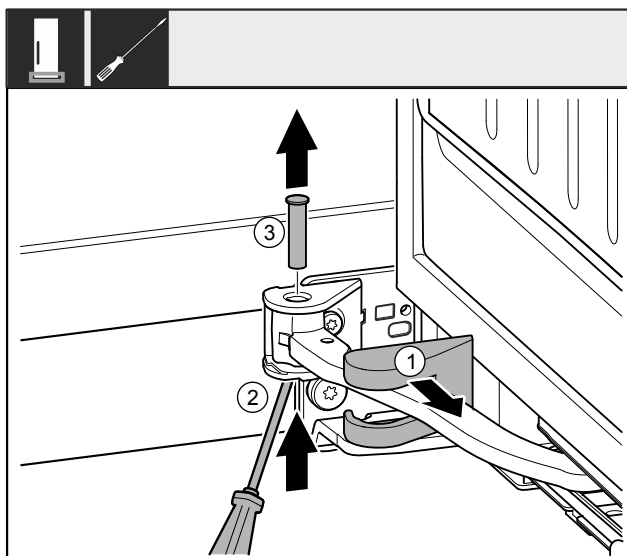

Fig. 10
- ▶ Изтеглете капака на лагерната стойка Fig. 10 (1) и го преместете по продължение на шарнира.
- ▶ С пръст или отвертка повдигнете болта Fig. 10 (2) отдолу.
- ▶ Издърпайте болта Fig. 10 (3) отгоре.